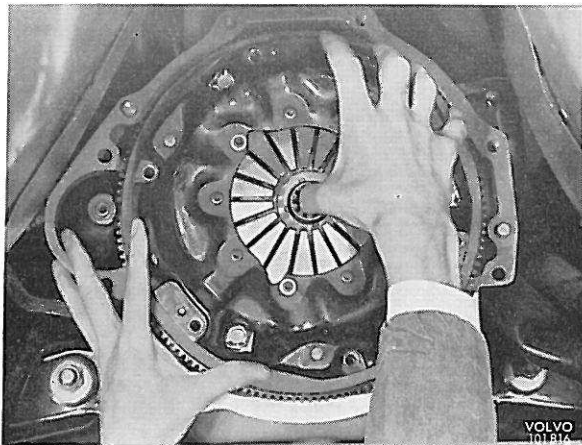

Figure 12. Dépose de l'embrayage
6. Enlever les vis de fixation de l'embrayage sur le volant, en les prenant par paire de vis diamétralement opposées et en les desserrant progressivement afin d'éviter la production des tensions nuisibles. Déposer l'embrayage, figure 12 et le disque d'embrayage.